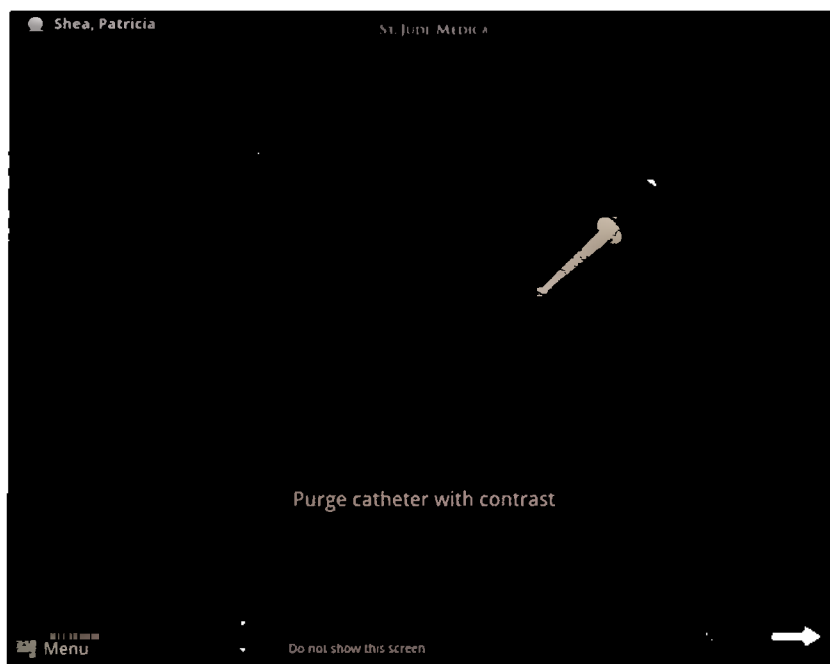

Рисунок 5-2. Сообщение с указанием о промывке катетера
5. На экране появится сообщение с указанием *Purge catheter with contrast* (промойте катетер контрастным веществом) (рис. 5-2).